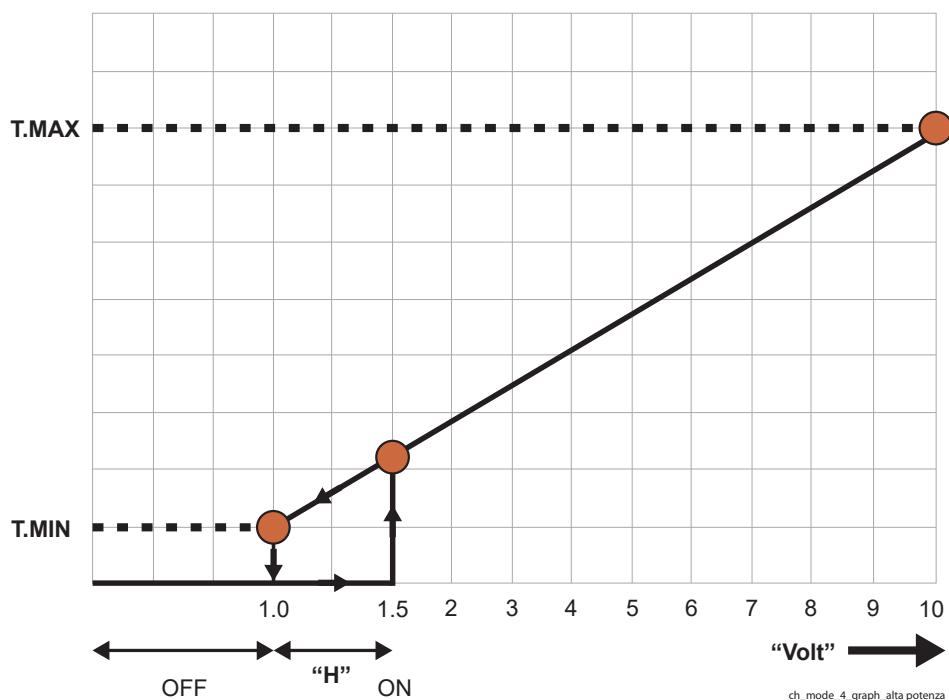

Figura 5-26 - Algoritmo 0-10 Vdc
- 3.-ora l'apparecchio può essere controllato tramite il segnale 0-10 Vdc secondo le regole di cui in Figura 5-26.
Legenda Figura 5-26